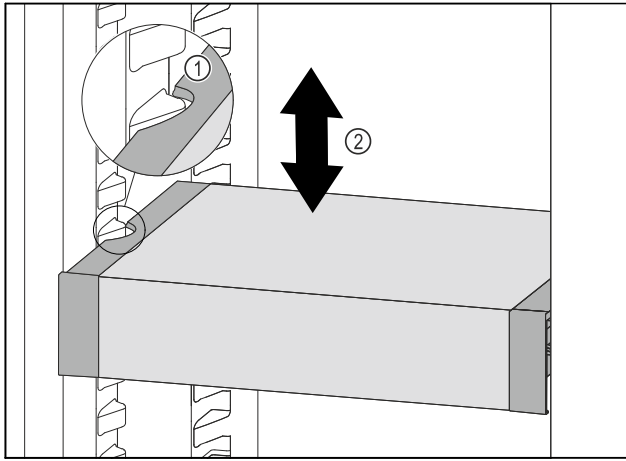

Fig. 75
- ▶ VarioSafe naar voren trekken tot de uitsparingen aan de zijkant van de VarioSafe zich ter hoogte van de rib in het koelgedeelte bevinden. Fig. 75 (1)
- ▶ VarioSafe in het koelgedeelte omhoog of omlaag bewegen tot de gewenste hoogte is bereikt. Fig. 75 (2)